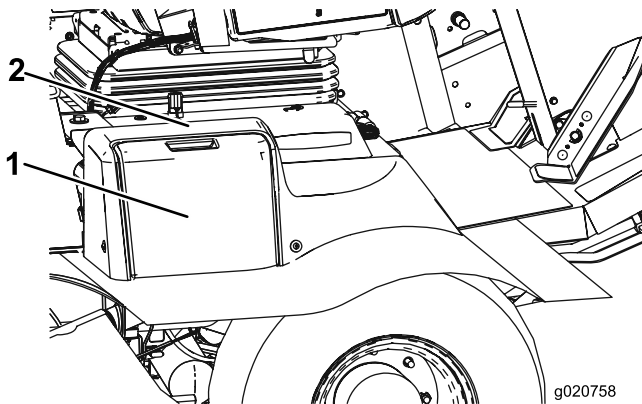

Figura 54
1. Abra la tapa de la batería (Figura 54), situada en el lado de la cubierta.
Nota: Presione hacia abajo sobre la superficie plana situada encima de la tapa de la batería para facilitar la apertura de la tapa (Figura 54).